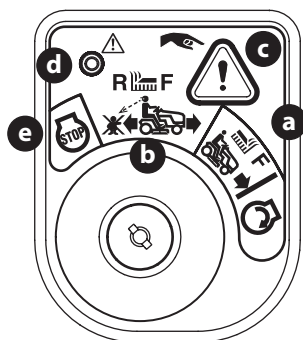

Figure 20
2. Déplacez la clé de la position de tonte normale  (a) à la position mode de tonte en marche arrière  (b) (Figure 20).
3. Appuyez sur le BOUTON-POUSOIR DE MARCHÉ ARRIÈRE (bouton triangulaire orange)  (c) dans le coin supérieur droit du module d'allumage. Le témoin lumineux rouge dans le coin supérieur gauche s'allume quand la marche arrière est embrayée (Figure 20).